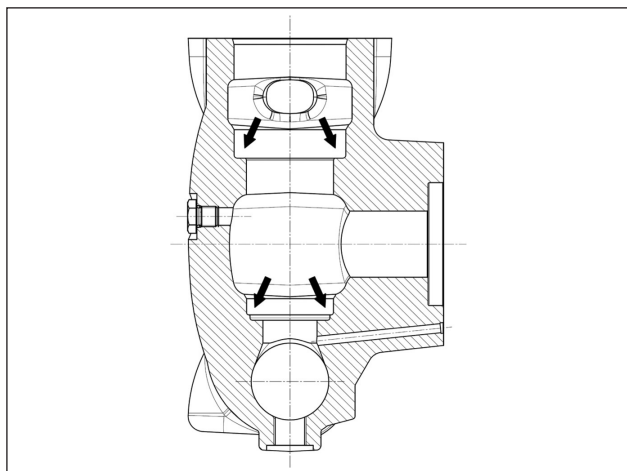

Fig. 107
**Antes de volver a colocar los grupos de válvula, limpiar y secar perfectamente los correspondientes alojamientos en la cabeza tal y como indican las flechas (pos. ①, Fig. 107).**